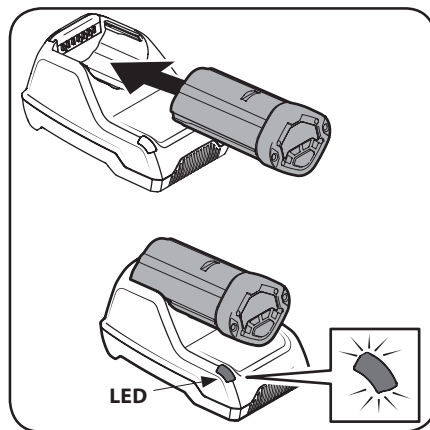

Figura 2-6
2. Inserte la batería en la base de carga. El LED se iluminará. Vea la Figura 2-6.